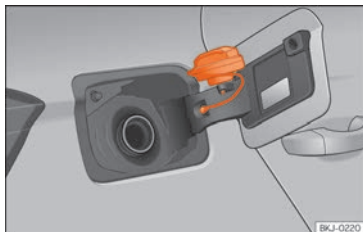

Fig. 261 Tapa del depósito con el tapón encajado.
- Colóquelo en el espacio que hay en la bisagra de la tapa abierta » » » **fig. 261**.